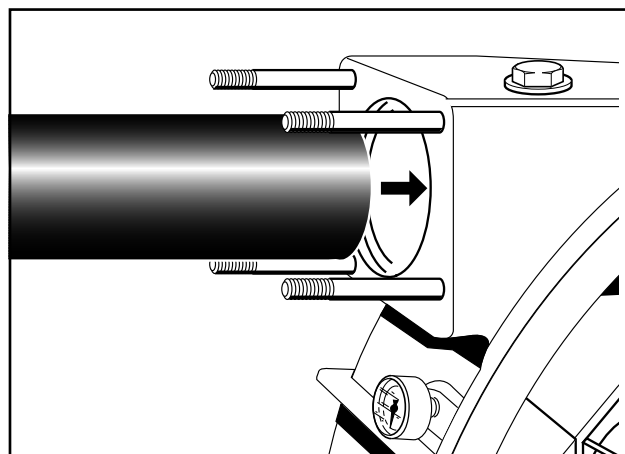

Fig. 18 Montaggio del tubo convogliatore
3. Ingrassare con lubrificante una estremità del tubo flessibile di trasporto e infilarla nell'apertura lato aspirante della pompa (Fig. 18), fino a quando il flessibile batte. Lasciare gocciolare l'agente lubrificante nel canale di depressione. Accertarsi che il foro del flessibile sia orientato correttamente.